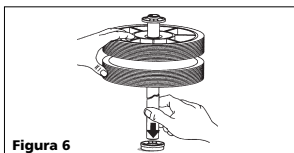

Figura 6
5. Conecte el anillo del otro lado del mismo modo (Figura 6).